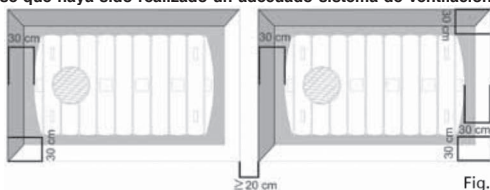

Fig. 6
9. Cuanto expuesto en los puntos precedentes es relativo dentro de un tanque individual. Para más tanques (colocados en serie o en paralelo) realizar excavaciones separadas y distantes al menos un metro uno del otro, diversamente prever un muro portante de al menos 20 cm (fig.6).